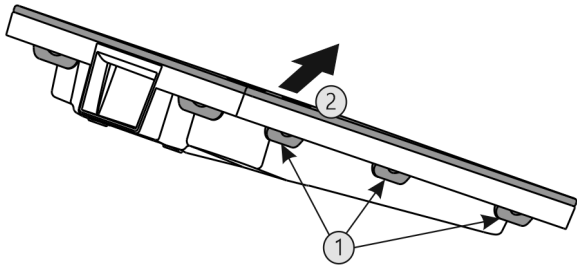

Fig. 61
- ▶ Всі накладки Fig. 61 (1) натиснути послідовно і вийняти кришку Fig. 61 (2).